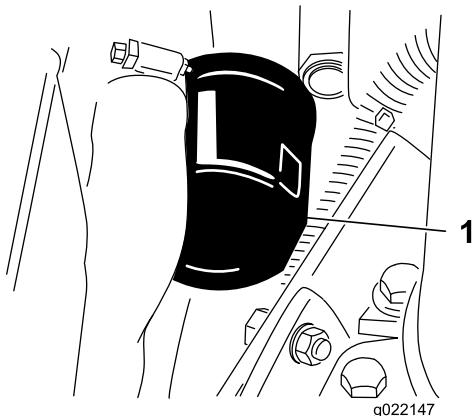

Figura 57
3. Retire o filtro do óleo (Figura 57).